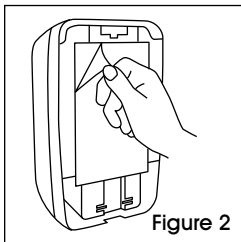

Figure 2
3. Décollez la pellicule du ruban adhésif et mettez le distributeur en place en appuyant fermement. (Voir Figure 2)